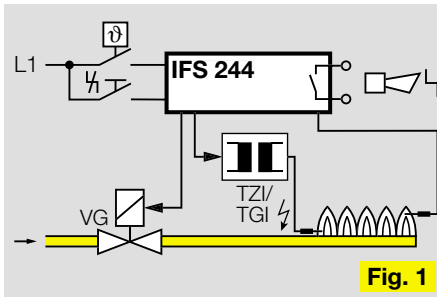

Fig. 1
- Fig. 1 Atmosphärische Brenner
- Fig. 1 Atmospheric burners
- Fig. 1 Brûleurs atmosphériques